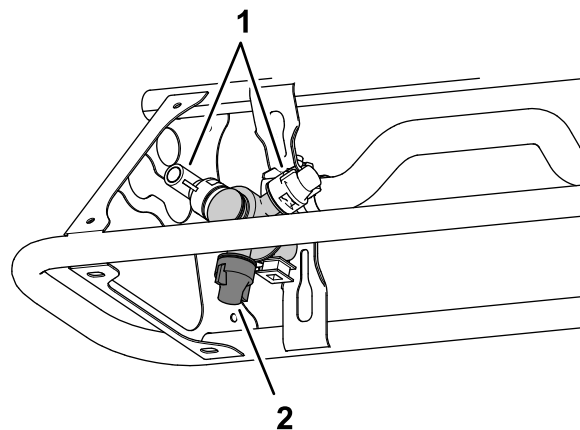

Figura 40
1. Asigurăți-vă că duzele pe care intenționați să le utilizați sunt în poziția de pulverizare activă (în jos) (Figura 40).